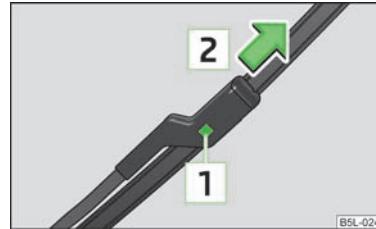

Abb. 31
- › Die Sicherung **1** » Abb. 31 drücken, um das Wischerblatt zu entriegeln, und in Pfeilrichtung **2** abziehen.